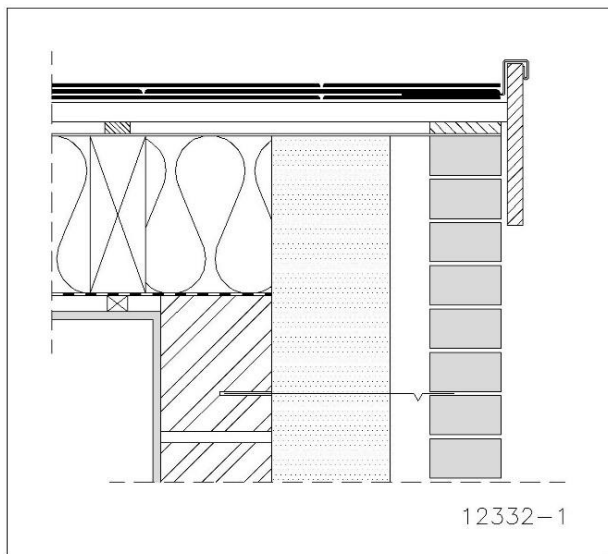

Fig. 20: Rives latérales avec noquets en plomb
- Rives latérales avec noquets en plomb (Fig. 20)